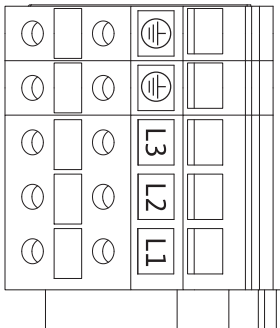

Fig. 22: bornes de alimentación eléctrica
- Bornes de alimentación eléctrica (Fig. 22)